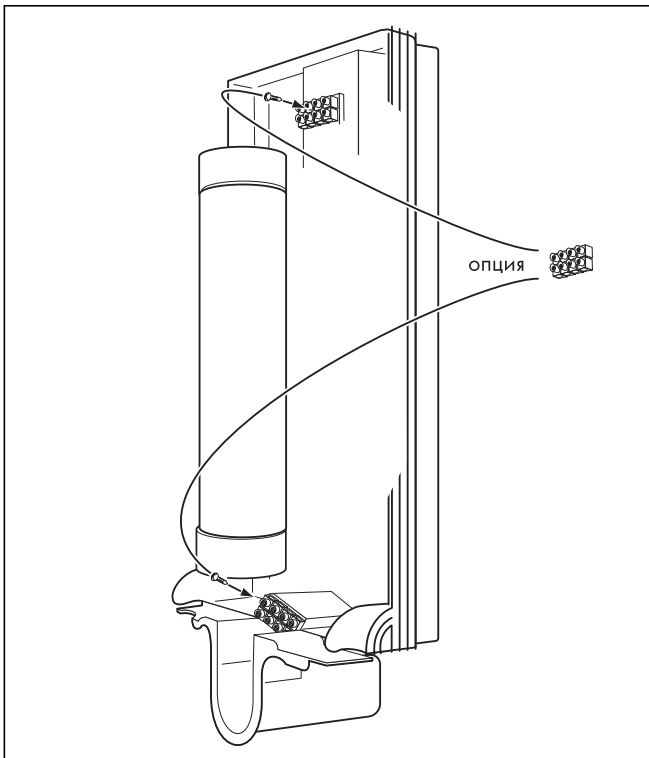

Рис. 5.9 Подключение к электросети снизу
- Отвинтите расположенный сверху в аппарате зажим присоединения к сети, а затем привинтите его в нижней части аппарата, см. рис. 5.9.